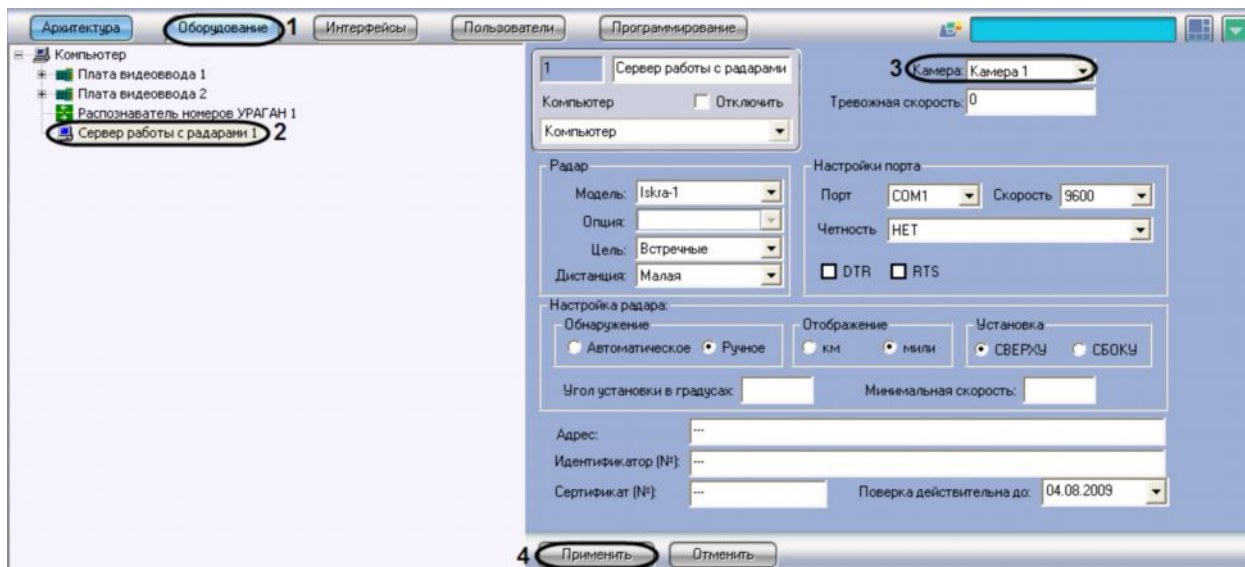

Рис. 7.4.3-1 Выбор объекта «Камера» для совместной работы с программным модулем «Ураган»
1. В диалоговом окне «Настройка системы» перейти на вкладку «Оборудование» (см.Рис. 7.4.3-1, 1).
2. В дереве объектов на вкладке «Оборудование» выбрать объект «Сервер работы с радарными», соответствующий настраиваемому программному модулю «Радар» (см.Рис. 7.4.3-1, 2). В правой части вкладки «Оборудование» отобразится панель настройки выбранного объекта.
3. В списке «Камера» выбрать объект «Камера», который соответствует видеокамере, настроенной для совместной работы с программным модулем «Ураган» (см.Рис. 7.4.3-1, 3).
4. Нажать кнопку «Применить» (см. Рис. 7.4.3-1, 4).